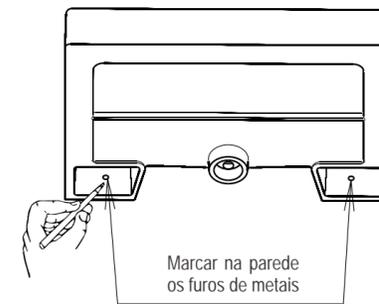

Fig. 4
- 4 Retirar a coluna e com auxílio de outra pessoa posicione a cuba na parede usando como referência as linhas da borda superior e das extremidades da cuba traçada na parede, marcar na parede os furos para fixação da cuba. Retirar a cuba e furar a parede usando broca Ø 10mm e buchas S10. Rosquear os prisioneiros nas buchas deixando nas extremidades 25mm da parede acabada, montar os metais antes de fixar a cuba. (fig 4)